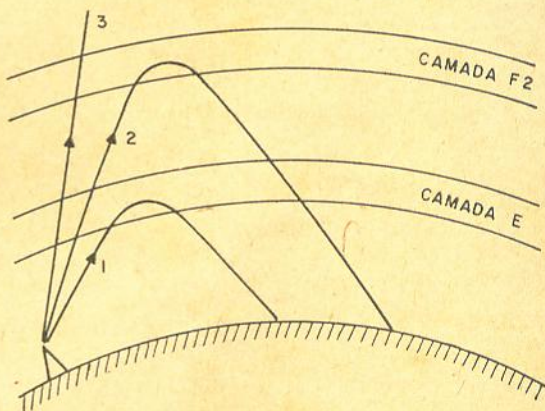

Figura 5
As ondas irradiadas num ângulo com a superfície terrestre são chamadas **ondas espaciais**. Estas ondas atravessam as partes levemente ionizadas na atmosfera e atingem a ionosfera, onde sofrem difração. Como tanto a ionização quanto a constante dielétrica (E) mudam gradualmente nas camadas ionosféricas, o caminho percorrido pela onda é uma curva suave. Quanto maior a onda e mais intensa é a ionização, mais pronunciada é a curvatura da onda. A figura 5 mostra as camadas E e F2 à noite. O caminho 1, que corresponde a uma onda curta de frequência relativamente baixa, é fortemente refratada na camada E e volta para a Terra. Diz-se que a onda é refletida pela camada E. Os caminhos